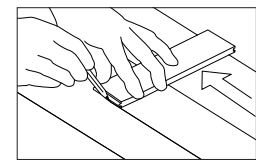

Figura 11
- Tabla de sacrificio:** Si la pared no está derecha, corte la primera tabla (Figura 11) según sea necesario para mantener alineamiento con el cordel entizado. Instale una tabla de sacrificio (con un borde recto) utilizando los sujetadores apropiados para la base. Si se usa una tabla para la hilera de comienzo, asegúrese de que la ranura quede dirigida hacia la pared.
- Cuñas:** Alinee la primera hilera con la pared usando las cuñas para mantener la expansión de 1/2" (13 mm) en posición y estabilizar el producto. Si la pared no está derecha, corte la primera tabla (Figura 11) según sea necesario para mantener alineamiento con el cordel entizado.